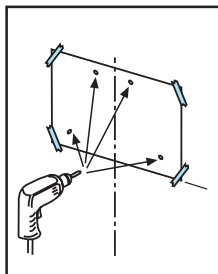

Bild 9a
- Wie auf der Radienschablone geschrieben , die Oese hereintun und zwei Schrauben in die oberen Loecher, Platz zwischen dem Kopf der Schraube und der Mauer zon zirka ein Centimeter lassen. **Bild 9a-b**